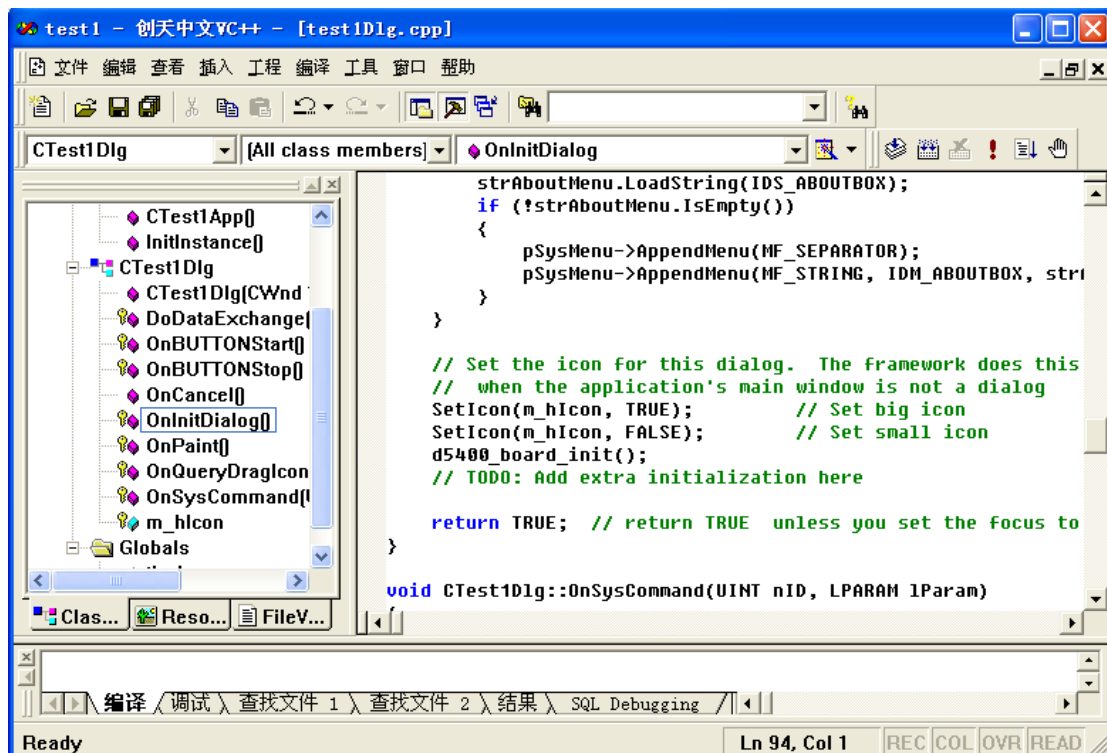

图 7-10 程序增加初始化函数
(11) 在 CTest1Dlg::OnInitDialog()函数中添加代码: d5400_board_init();如图 7-10: